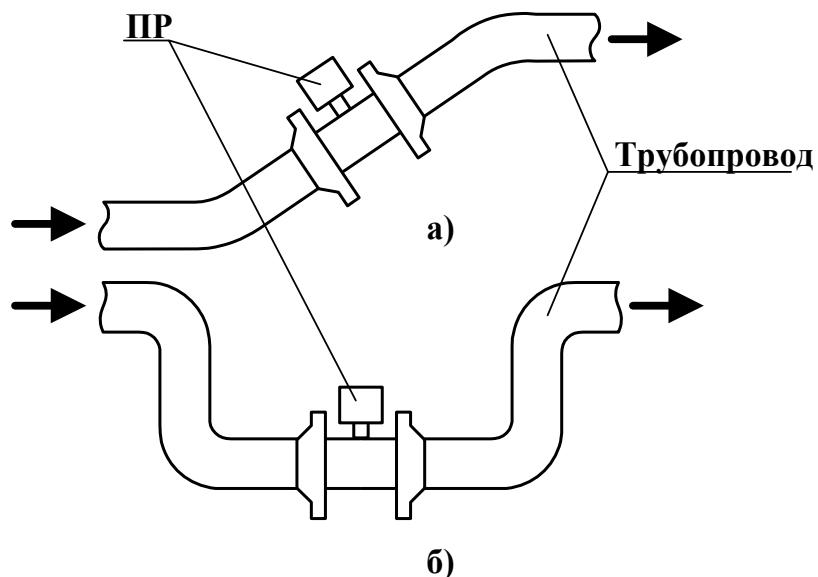

Рис. 1. Рекомендуемые места установки ПР.
- в месте установки в трубопроводе не должен скапливаться воздух – ПР не должен располагаться в самой высокой точке трубопровода, а также в трубопроводе с открытым концом; наиболее подходящие места для монтажа (при их наличии) – нижний либо восходящий участок трубопровода (рис.1);